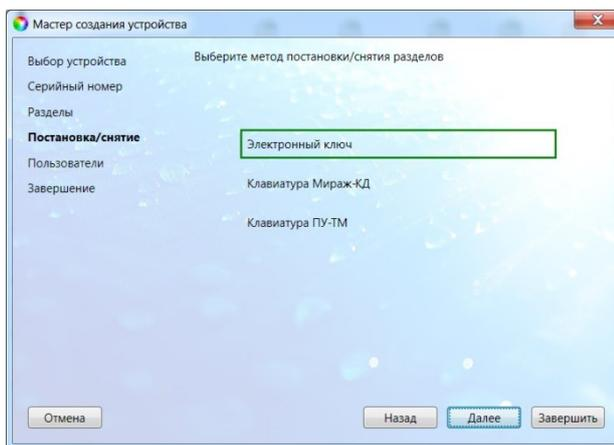

Рис. 5.8. Окно *Постановка/снятие*
12. В следующем окне *Постановка/снятие* выберите один из предлагаемых способов постановки контроллера на охрану и снятия с охраны (рис. 5.8).